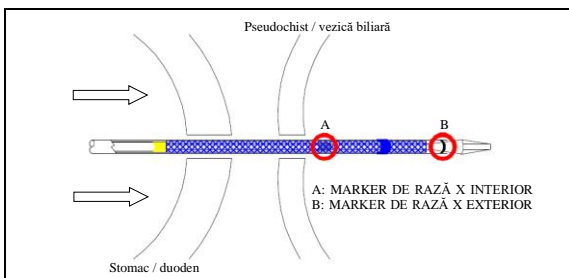

Figura 3
- a) Sub ghidare fluoroscopică și endoscopică, poziționați sistemul de poziționare al stentului prin electrocauterizare [HDS-10] Markerul de rază X interior („A” din Figura 3) trebuie să treacă prin peretele pseudochistului sau al vezicii biliare.